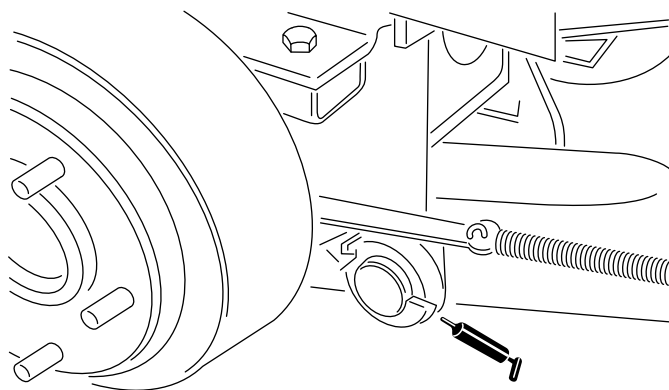

Figure 14
- axes de pivot des bras de relevage gauche et droit (Figure 14)